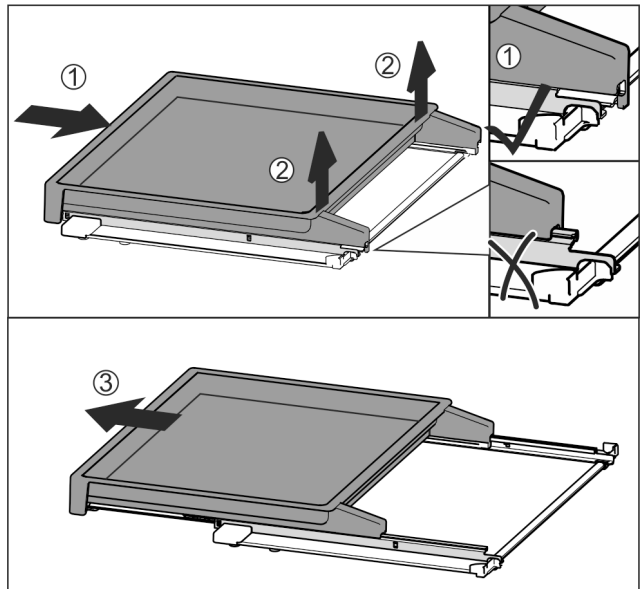

Fig. 78
- ▶ Вкарайте изцяло изтеглящата се дъска Fig. 78 (1).
- ▶ Освободете фиксатора от задната страна Fig. 78 (2).
- ▶ Извадете напред изтеглящата се дъска Fig. 78 (3).